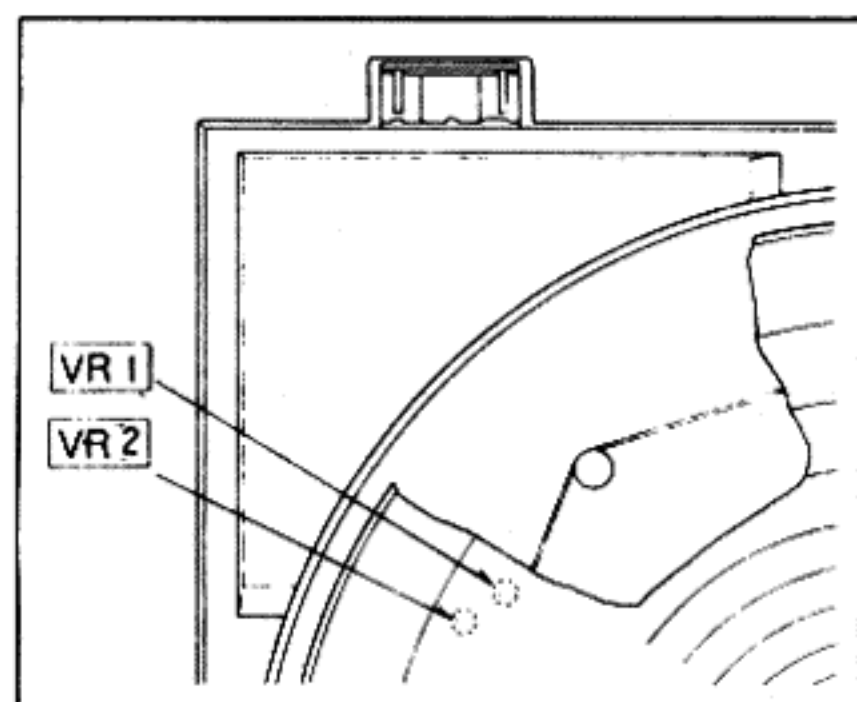

Fig. 17
(Fig. 17)
2. Eine einfach mögliche Methode besteht darin, VR1 und VR2 nach Entfernen des Plattenteilersauflage zu justieren. (Abb. 17)
2. Comme méthode plus simplifiée, il est possible aussi d'ajuster VR1 et VR2 en retirant la platine. (Fig. 17)
2. Como un método simple, es posible también ajustar VR1 y VR2, removiendo el plato giradiscos. (Fig. 17)